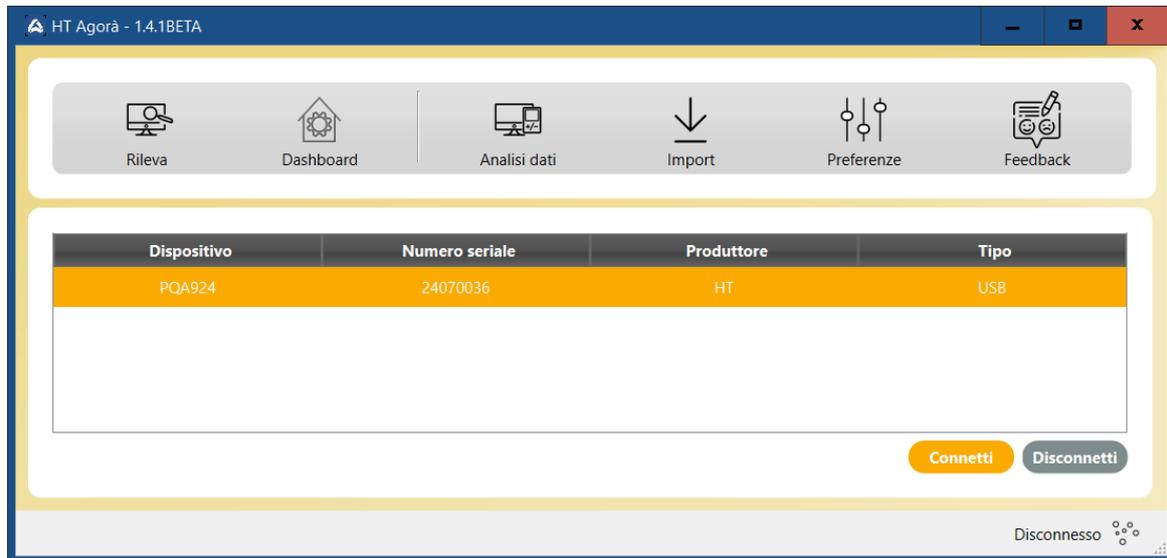

Fig. 84: Collegamento strumento con software HTAgorà e connessione USB
4. Cliccare sul tasto **“Rileva”** per rilevare lo strumento. Le indicazioni **“PQA924”** e il tipo di connessione **“USB”** sono mostrate come indicato nella Fig. 84